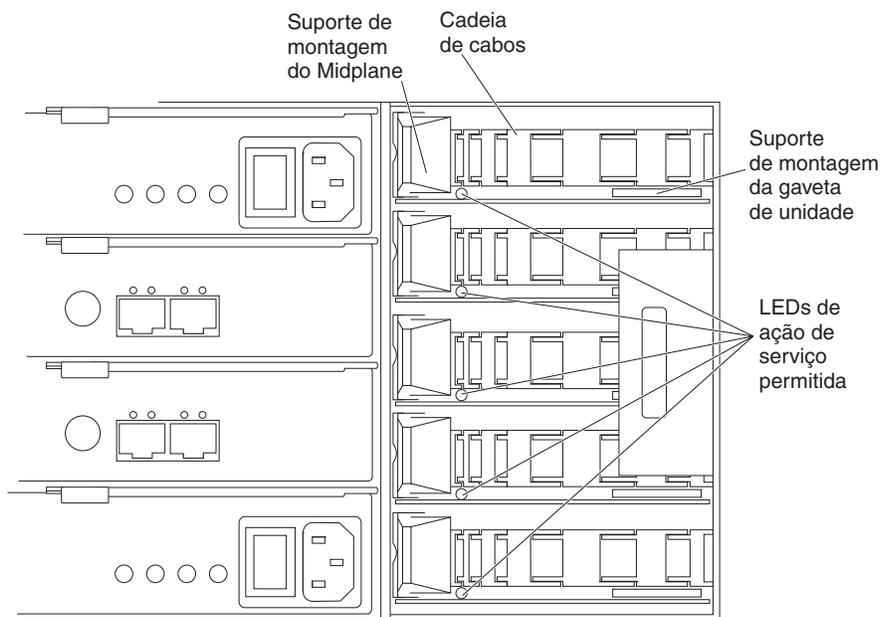

Figura 83. Vista posterior do gabinete de expansão de armazenamento com a montagem de ventilador direita removida
- a. Na parte traseira da bandeja de unidade, remova a montagem de ventilador direita. Consulte "Substituindo uma Montagem de Ventilador" na página 128 para obter as etapas para remover uma montagem de ventilador. A Figura 83 na página 131 mostra a área com a montagem de ventilador removida.